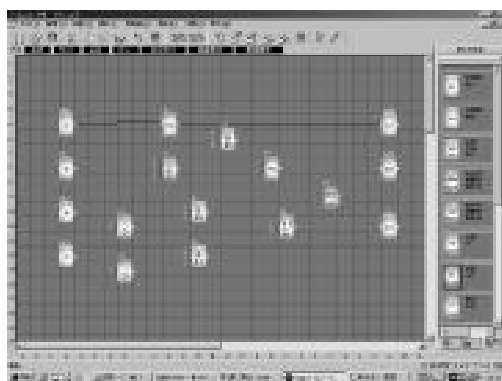

图 4.9 建立功能块连线
2. 当移动鼠标到功能块的输入输出口时, 鼠标的形状变为“+”, 表示可以按鼠标左键确定连线的的一个端点, 此时单击一下鼠标左键然后移动鼠标到下一个功能块的输出端口(或者输入端口), 系统可自动建立连线, 如图4.9所示: